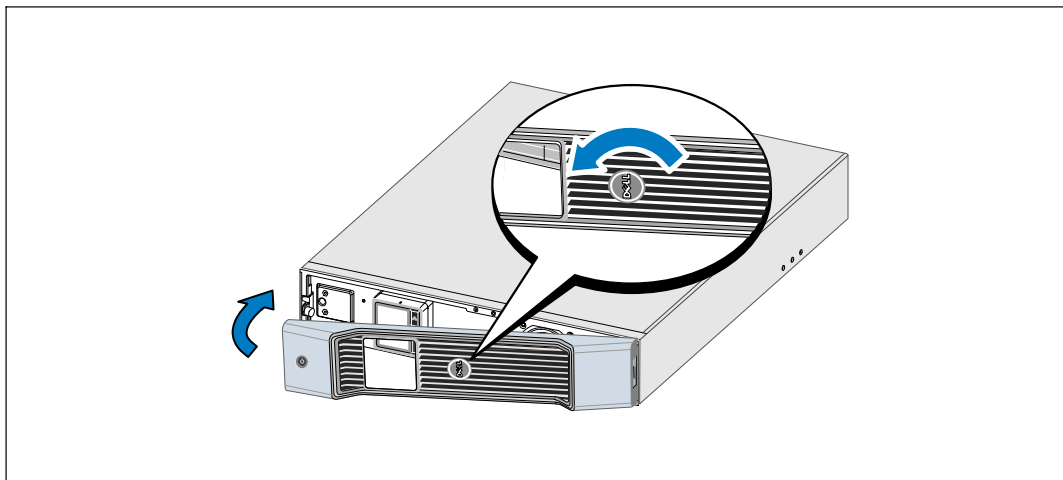

図 23. UPSのフロントカバーの取り付け方法
- 6 Dellのロゴを90°左回りに回転させ、UPSのフロントカバーを取り付けます（図 23を参照）。